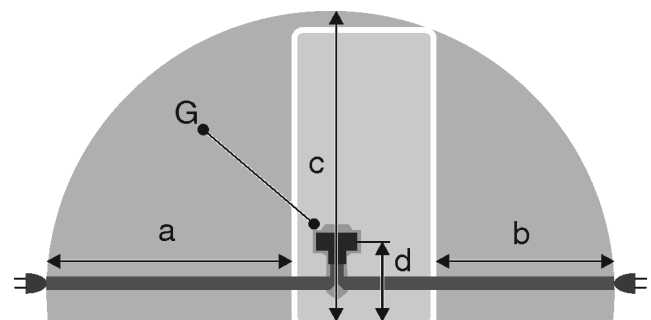

Fig. 22 Kjøl/frys-kombinasjoner / fryserer / BioFresh-apparater uten frysedel
- Stikkkontakten ligger ikke bak apparatet, men i områdene a eller b *Fig. 22 (a, b, c)*.
- ▶ Sett inn strømpluggen *Fig. 22 (G)* på baksiden av enheten. Pass på at den klikker på plass.